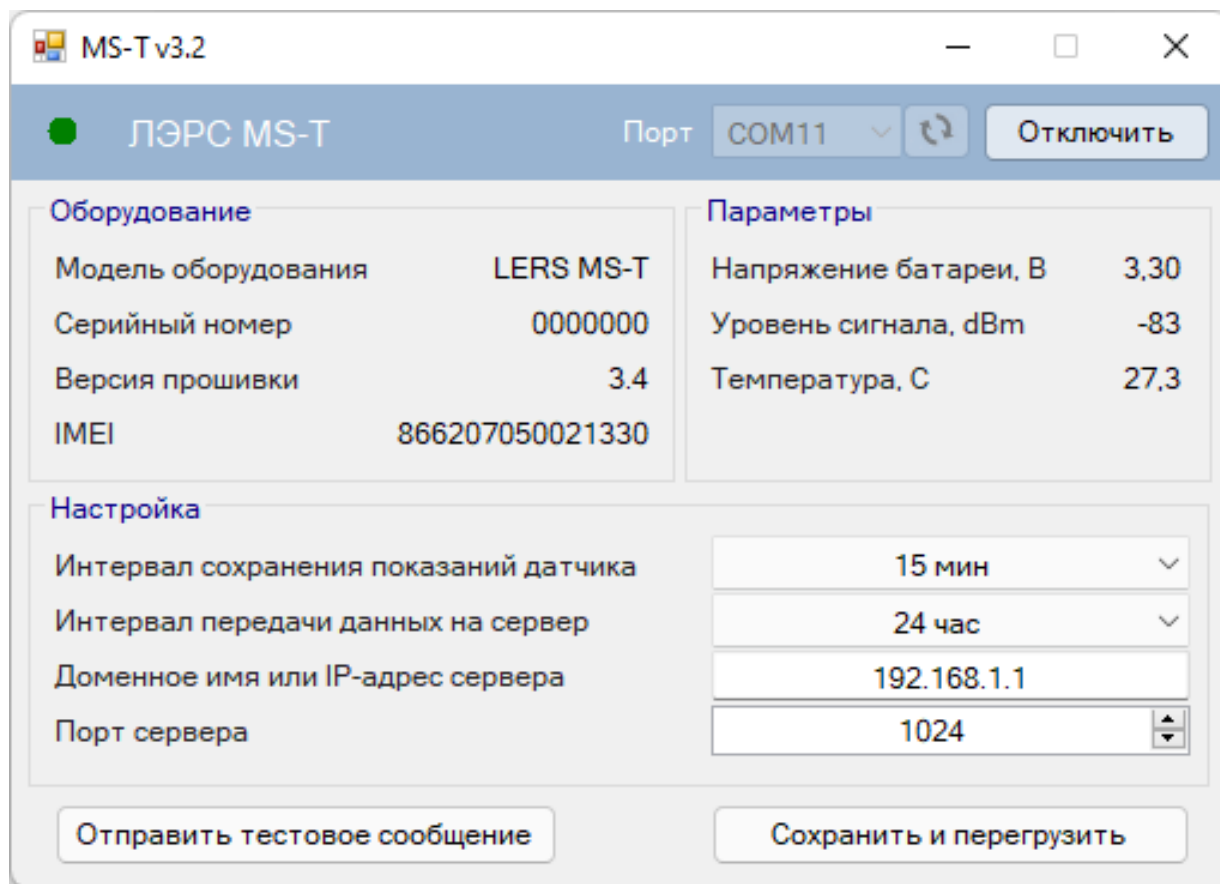

Рисунок 5. Окно утилиты конфигурирования
3. Запустить утилиту конфигурирования «ЛЭРС МС Конфигуратор» (см. рисунок 5), выбрать необходимый COM-порт и установить связь с устройством.